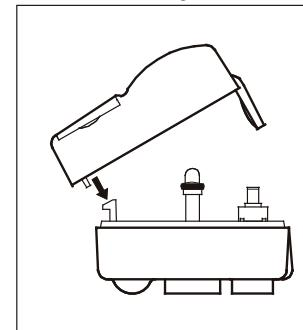

Fig. 3
3. Sätt tillbaka överdelen (se till att den går i korrekt ingrepp med underdelen, så att höljet blir tätt) och skruva i skruvarna med skrivmejsel (fig. 3 och 4).
- Skruta fast överdelen igen (fig. 3 och 4).